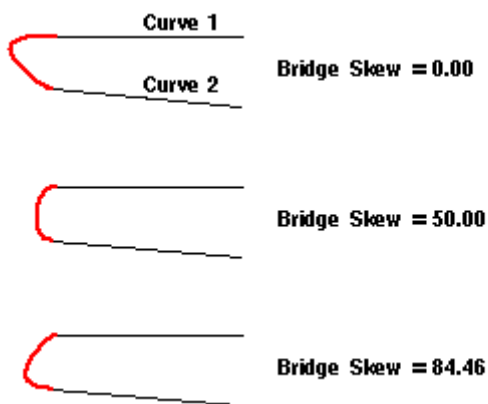

图 4.165 Bridge Skew 对桥接曲线形状的影响
**Bridge Skew** 值是桥接曲线峰值点的倾斜度。**Bridge Skew** 用来设定沿桥接曲线从第一条曲线向第二条曲线度量时峰值点位置的百分比，其值对桥接曲线形状的影响如图 4.165 所示。**Bridge Skew** 对桥接曲线的形状的控制仅在曲率连续方式中有效。